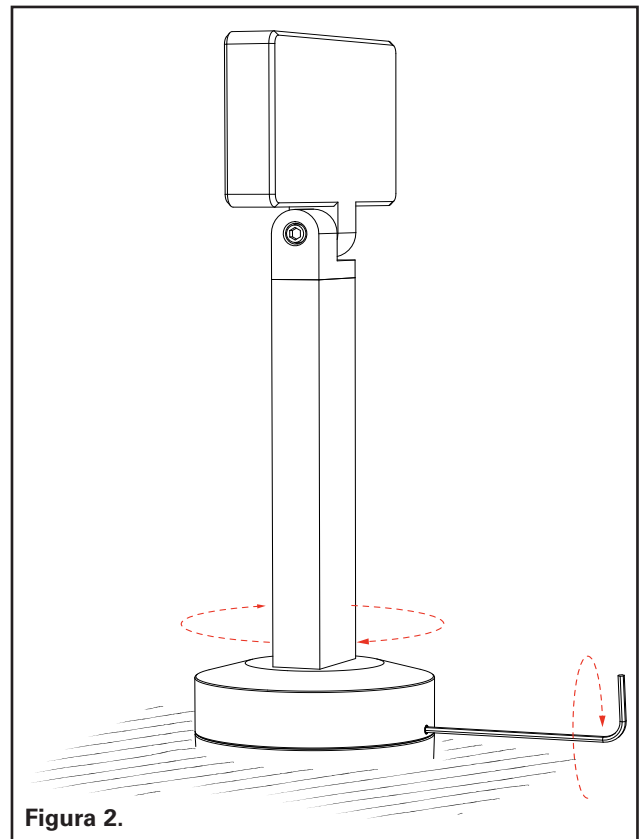

Figura 2.
2. Para direccionarla en forma horizontal, afloje y extraiga los dos (2) tornillos de sujeción de rotación de 6-32 con una llave allen de 5/64" (de otras marcas). Ajuste el direccionamiento horizontal de la luminaria girando la tapa de la base de la luminaria. Luego, ajuste los tornillos de sujeción de rotación para mantener la ubicación. (Figura 2).